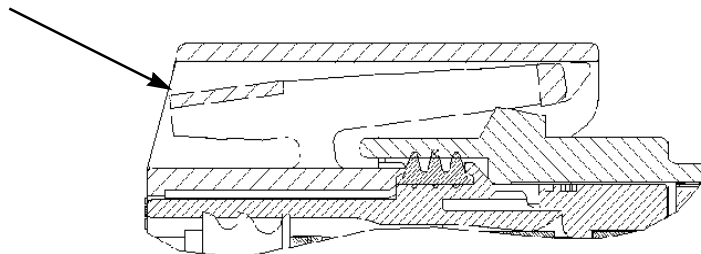

Figure 7
1. Appuyer sur l'arrière de la lance de verrouillage de la contrepartie avec un outil de type tournevis comme indiqué Figure 7.